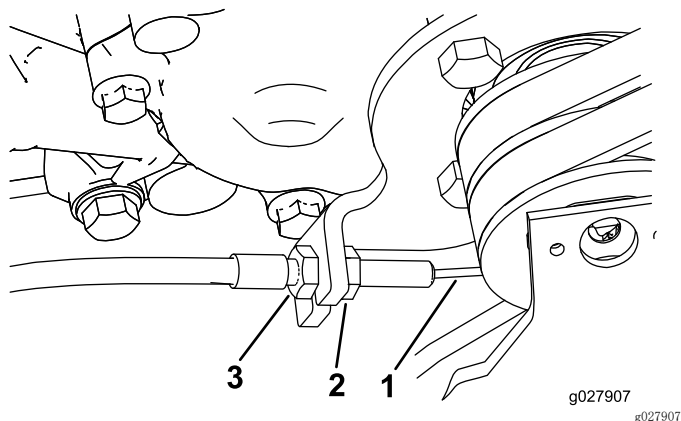

图49
3. 要增加拉线的张力，应拧松前拉线锁紧螺母并拧紧后拉线锁紧螺母（图49），直至达到  $8\sim 9\text{N}\cdot\text{m}$  的作用力，以接合牵引控制装置。